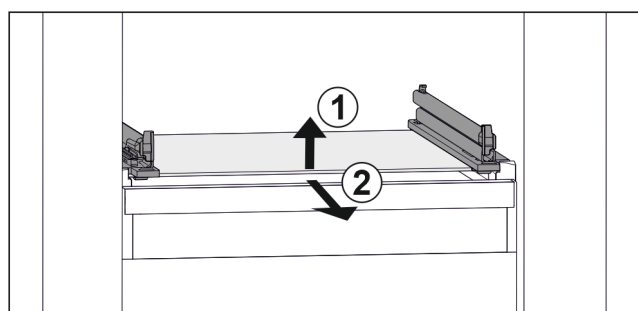

Fig. 93 Przykładowa prezentacja płyty szklanej
- ▶ Unieść płytę szklaną z przodu. Fig. 93 (1)
- ▶ Wyjąć płytę szklaną do przodu. Fig. 93 (2)